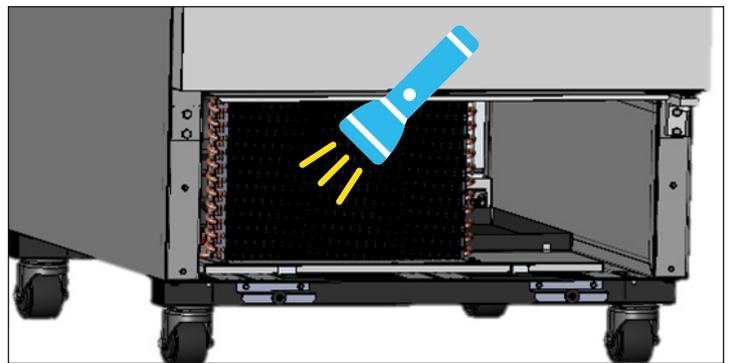

Fig. 4. Verificare che tutti i blocchi siano stati rimossi.
4. Dopo avere rimosso lo sporco dalla superficie della serpentina, usare una torcia per verificare che si possa vedere attraverso la serpentina e osservare la pala della ventola del condensatore che gira. Vedere fig. 4.